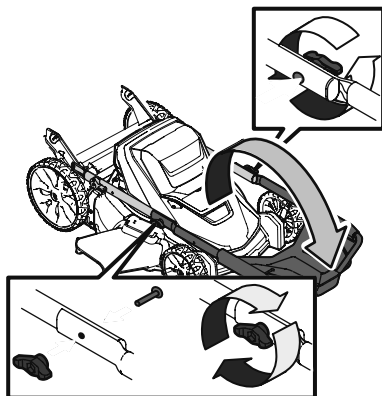

Figura 3
1. Afloje la perilla de mariposa que sujeta el lado izquierdo de la manija superior e inferior como se muestra en el recuadro de la Figura 3.
3. Levante con cuidado y gire la manija superior hasta la posición que se muestra en la Figura 3.
4. Inserte el perno a través del lado derecho de la manija inferior y superior. Enrosque la perilla de mariposa en el perno. Consulte el recuadro de la Figura 3.